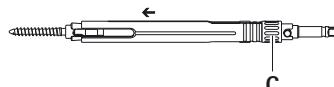

Рис. 5
- Вставьте внешнюю втулку **A** в направлении педикулярного винта и закрепите педикулярный винт в закрепительной втулке **2** с помощью зажимного винта **C**, см. Рис. 5.